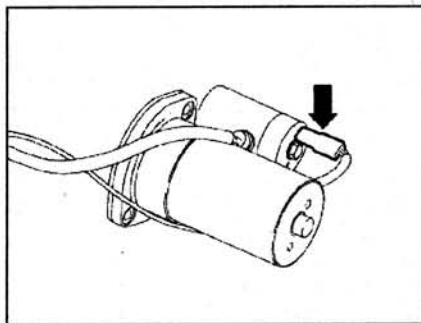

Рис. 8.3. Отсоедините разъем проводки (стрелка) клеммы 50.
2. Отсоедините разъем проводки (стрелка) клеммы 50 (рис. 8.3).